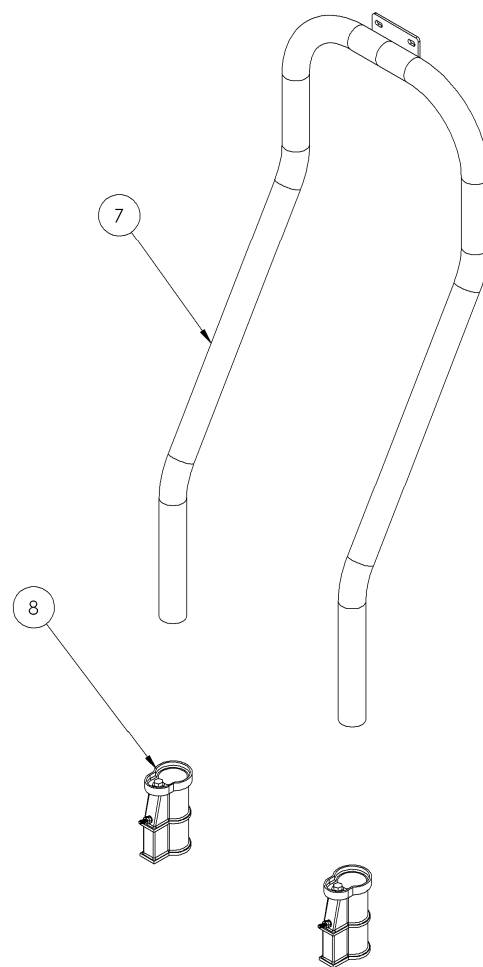

Fig. 2
1. Insérez les montants verticaux (7) dans les dispositifs d'ancrage préalablement installés (8), comme le montre la **FIGURE 2**. Il est plus facile d'assembler le but de basket la face avant du côté opposé à la piscine puis de retourner l'ensemble une fois assemblé. (Pour les instructions d'installation des dispositifs d'ancrage, voir le manuel d'installation correspondant.)